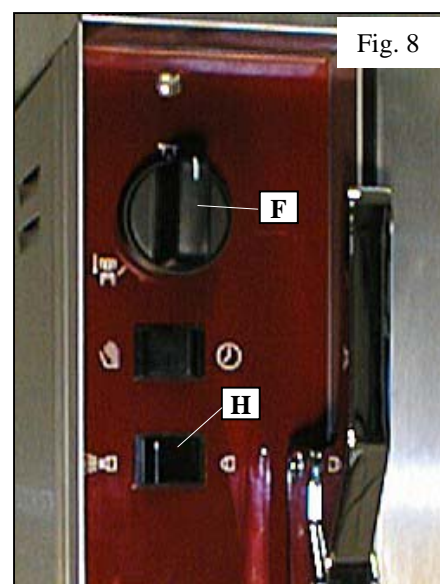

Fig. 8
**(FR)** **Option humidificateur ( fig. 8)** Basculez l'interrupteur **H** sur la position et positionnez la commande de oura **G** sur . Cette commande ne fonctionne que lors de la chauffe des résistances. Vérifiez le niveau du tiroir de récupération.
**(GB)** **Optional humidifier (fig. 8)** Set 2-position switch **H** to and steam exhaust control **G** to . Controls will not operate unless resistance heaters are switched on. Check condensate tray level.
**(NL)** **Bevochtiger (optie) (fig. 8)** Plaats tweestandenschakelaar **H** in de stand en de stoomafvoerbediening **G** in de stand . Het regelsysteem werkt alleen als de weerstanden aan de spanning zijn geschakeld. Controleer het condensatnivea in de condenswaterbak